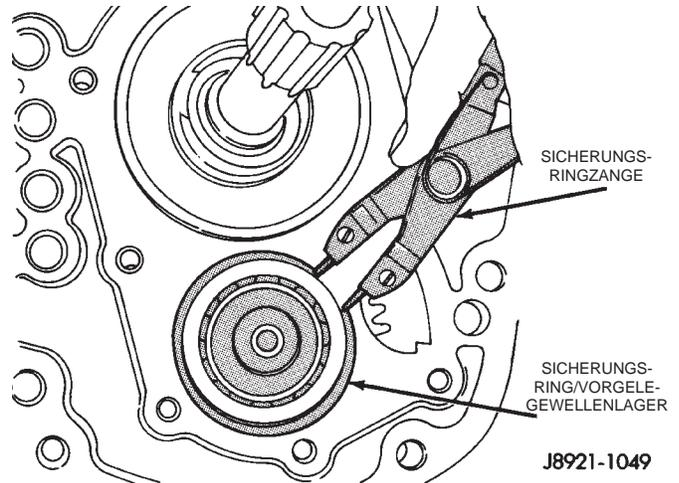

Abb. 33 Sicherungsring des Vorgelegewellenlagers ausbauen
(22) Den Sicherungsring vom vorderen Lager der Vorgelegewelle entfernen (Abb. 33).